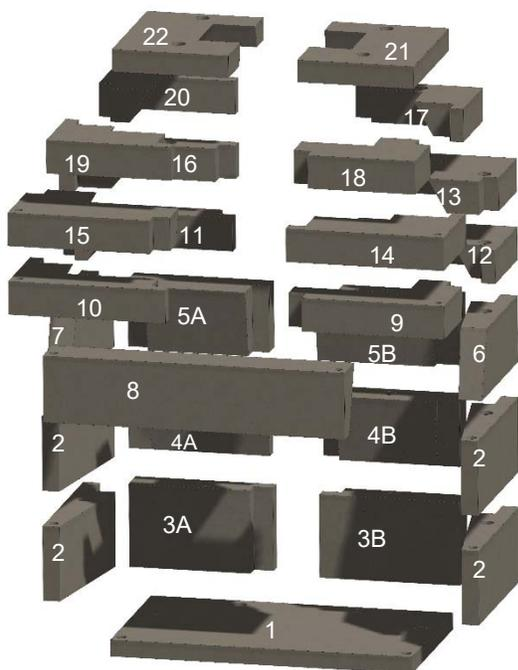
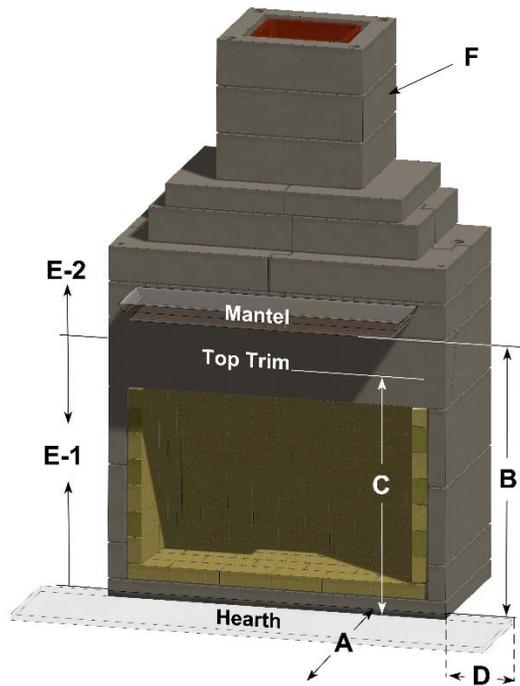

Figure 2. Composants du foyer
Figure 3. Dégagements (utiliser avec le tableau 2)
La cheminée est livrée en kit avec tous les composants nécessaires pour compléter l'installation. Le kit est configuré pour une cheminée à conduit de fumée, mais un adaptateur spécial est disponible pour une cheminée métallique. La disposition des composants, dont certains sont en option, est illustrée à la figure 2. Les composants sont indiqués dans le tableau 1. Les spécifications et les dimensions d'installation sont indiquées dans le tableau 2.
- A. Les éléments du foyer illustrés à la figure 2 et énumérés au tableau 1.
Tableau 2: Dégagements (voir la figure 3)
Sélectionnez un emplacement de mur dans les plans de la maison où toutes les distances minimales, comme indiqué dans le tableau 2 et la figure 3, peuvent être respectées. Procédez comme suit. Les chiffres entre ( ) sont les numéros d'articles du Tableau 1 et de la Figure 2. Assurez-vous que la base sur laquelle le foyer sera installé est une fondation solide et de niveau et qu'elle est composée de matériaux incombustibles, comme le béton.
O. Installez l'âtre et/ou le prolongement de l'âtre. Assurez-vous que les dégagements et les distances du Tableau 2 et de la Figure 3 sont respectés. Assurez-vous que l'âtre et le plancher sous et devant l'âtre sont faits de matériaux entièrement incombustibles, et pas seulement d'un revêtement de sol incombustible. Lorsque l'installation de l'âtre est terminée, vous êtes maintenant prêt à installer l'extérieur.